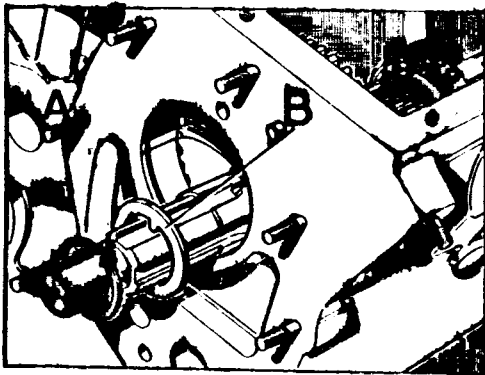

Fig. C-38 Elementos de fijación de los piñones del eje de salida
- 1.8. Extraer el arillo-fiador, A (Fig. C-38) y la arandela de empuje, B, del eje de salida y retirar el eje a través de los piñones sacando éstos por la parte interior del cárter.